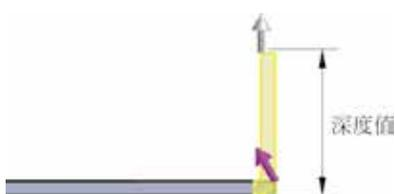

图 5.20 外部虚拟交点
-  (外部虚拟交点) 单选项：用于表示钣金深度，指从折弯面的外部虚拟交点开始计算，到折弯面区域端面的距离，如图 5.20 所示。